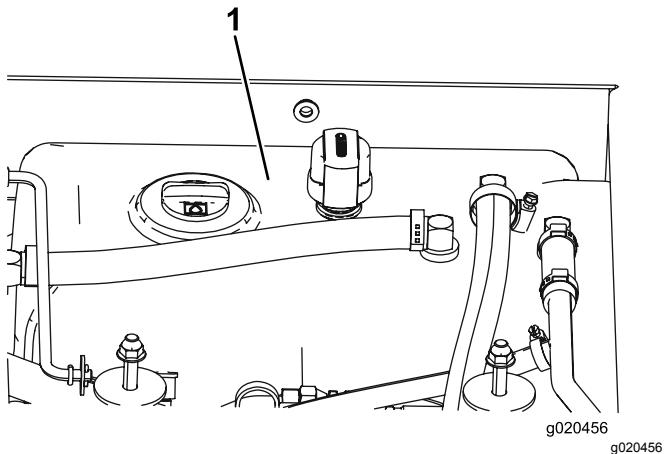

Рисунок 80
- Залейте гидравлическую жидкость в бак (Рисунок 80); см. Проверка гидравлической жидкости \(страница 69\).